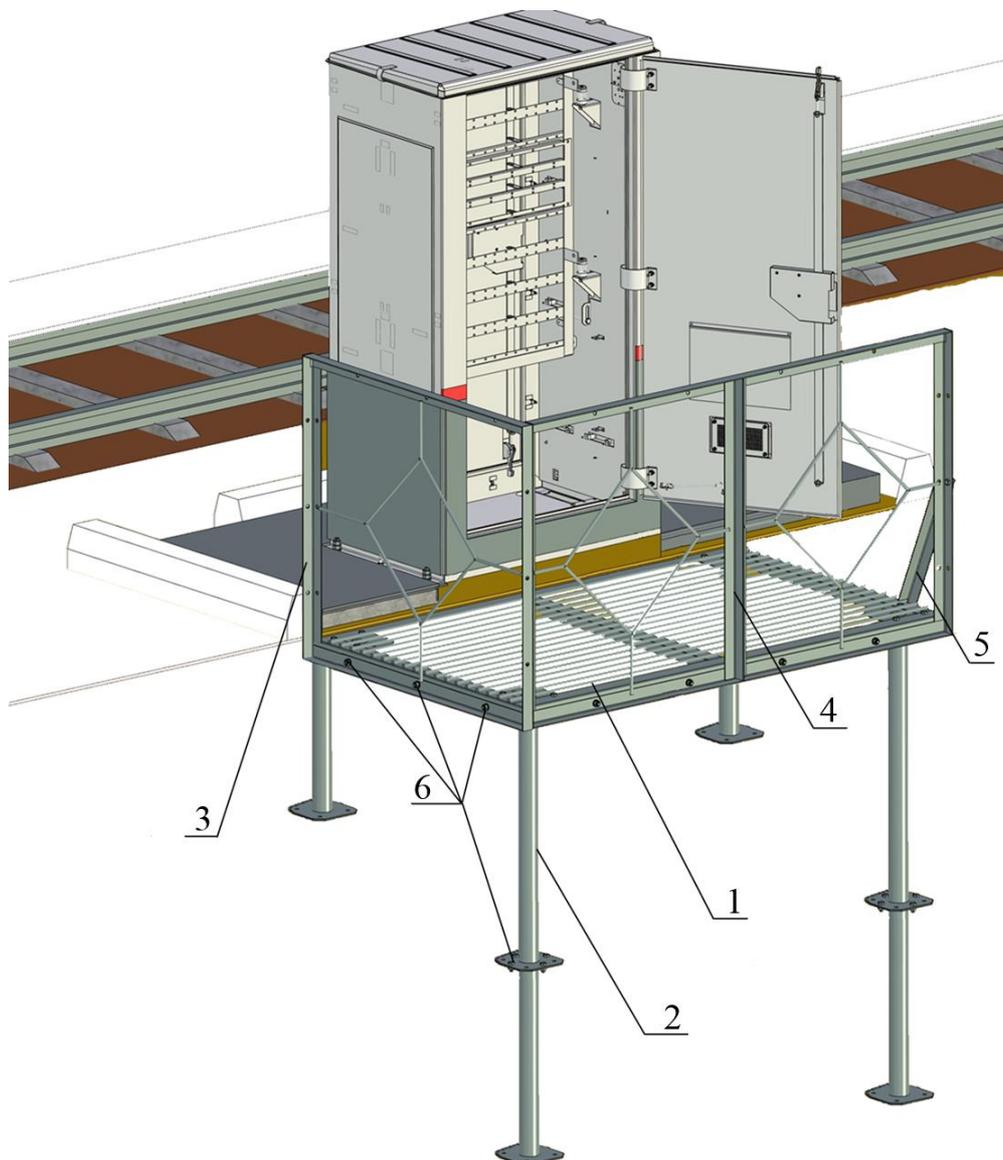

Рис.1. Площадка обслуживания шкафов (ПОШ)
7.1.1. Релейные шкафы, как правило, должны располагаться на горизонтальных площадках. У релейных шкафов расположенных на насыпях и в выемках должны обустроиваться горизонтальные площадки (рис.1).